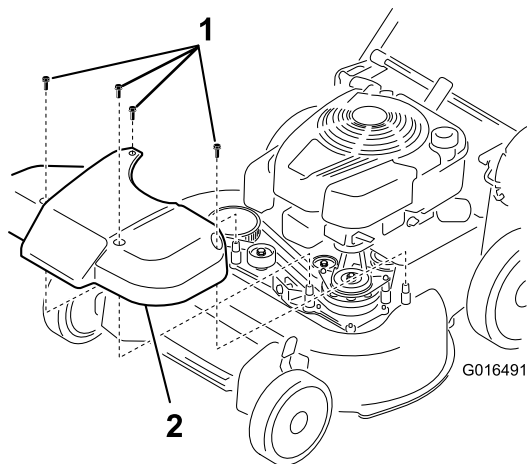

Figura 36
1. Retire la cubierta del sistema de transmisión de las cuchillas (Figura 36).